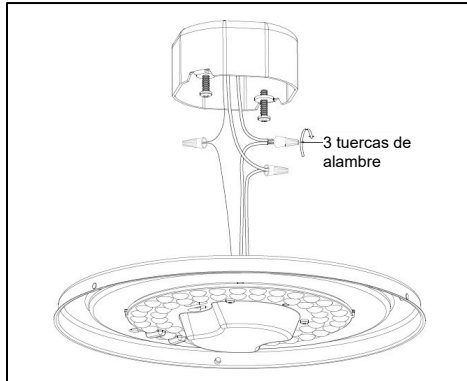

Figura 8
2. Con la energía apagada, sostenga firmemente el montaje de la carcasa (2) de la luminaria y conecte el cable de cobre de puesta a tierra de la luminaria al cable de cobre sin protección de la caja de conexiones usando una tuerca de alambre (5) (si el cableado de la carcasa no incluye un cable de puesta a tierra, consulte el código eléctrico local para saber cuál es el método de conexión a tierra aprobado.) (Consulte la Figura 8).
3. Utilice las tuercas de alambre (5) para conectar el cable negro de la luminaria al cable de alimentación negro y el cable blanco de la luminaria al cable de alimentación blanco. (Consulte la Figura 8).